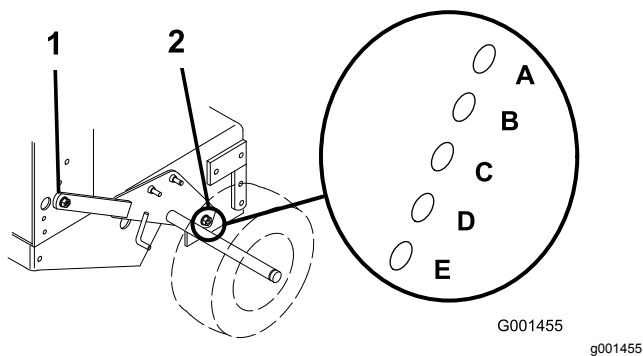

Figura 17
3. Afloje, pero no retire, los 2 pernos de pivote del eje y los 2 pernos de ajuste del eje (Figura 17).
4. Coloque un gato debajo del bastidor del motor, en el centro de la parte trasera. Eleve la parte trasera del bastidor del motor lo suficiente para poder retirar los 2 pernos delanteros de ajuste del eje (Figura 17).
5. Eleve o baje el bastidor del motor con el gato para poder instalar los 2 pernos de ajuste delanteros del eje en los taladros deseados (Figura 17).